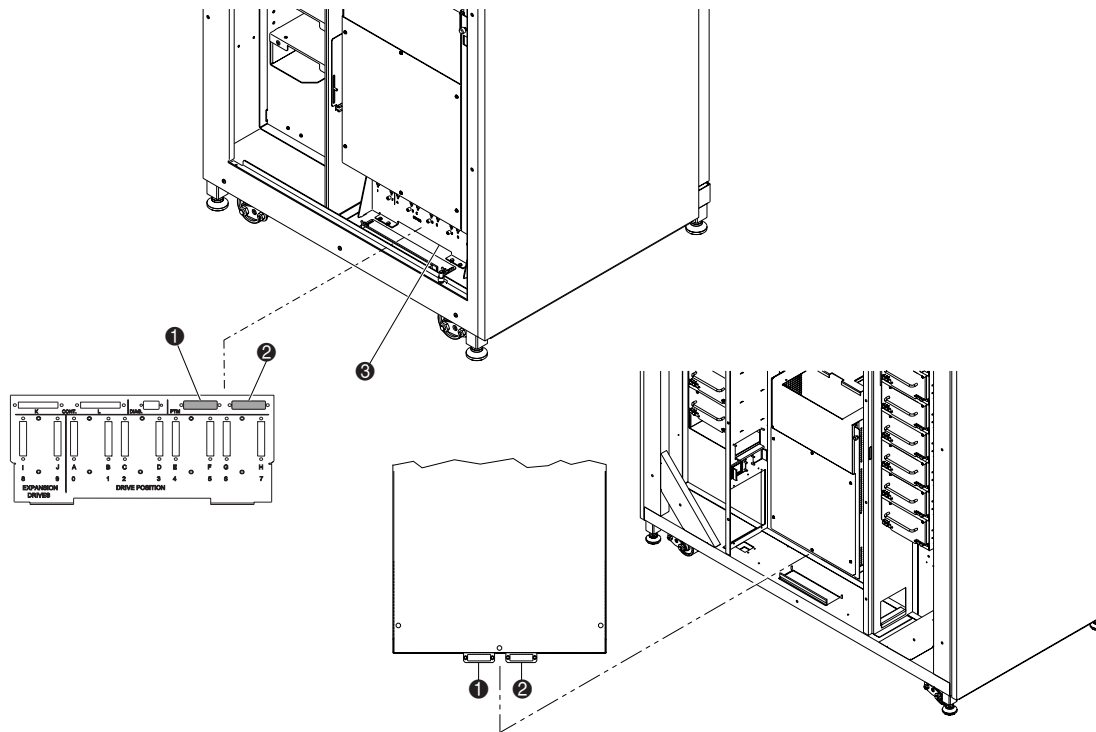

Figura 2-19. Ubicaciones de los conectores del PTM
2. Localice los conectores QSPI en la parte inferior del chasis de PCI (consulte la Figura 2-19).